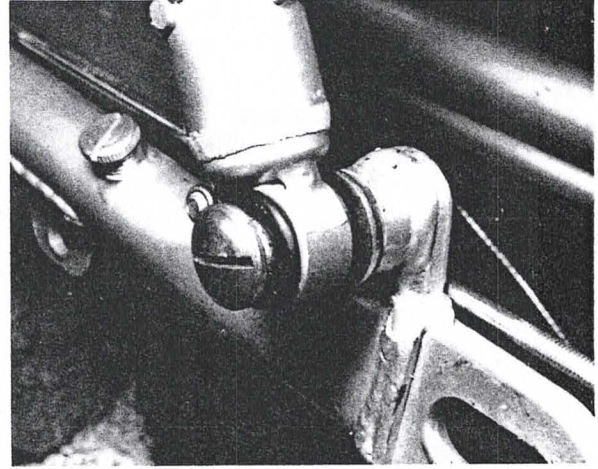

Bild 156
- Die Befestigung der Federbeine an der Schwinge lösen (Bild 156). An einigen Modellen wird eine